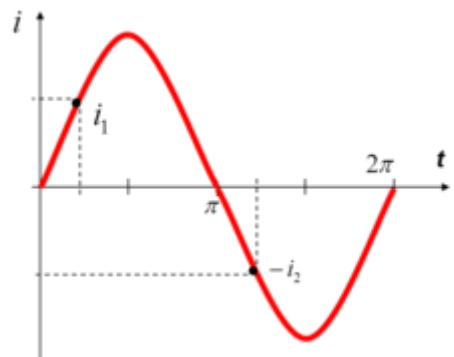

рис.4
Метод узловых и контурных уравнений в ряде случаев требует больших вычислений. Например, при расчете цепи рис.4, имеющей три узла (A , B , Γ) и пять ветвей, требуется составить и решить систему из пяти уравнений. Число уравнений системы можно сократить, применив метод контурных токов. Для расчета по методу контурных токов схему сложной цепи разбивают на отдельные контуры — ячейки. Например, схему рис.4 разбивают на три контура: контур I — $AB\Gamma A$, контур II — $3B\Gamma A$ и контур III — $B\Gamma D\Gamma$. Затем каждому контуру приписывают произвольно направленный контурный ток, одинаковый для всех участков данного контура (контурный ток нарисован красным цветом).
$I_2 = I_{II} - I_I$, $I_3 = I_{II} - I_{III}$. Выбрав и указав на схеме направление контурных токов, для каждого контура составляют уравнение по второму закону Кирхгофа. Направление обхода контуров принимается совпадающим с направлением контурных токов. Для схемы рис. 4 имеем три уравнения для контуров:
5. *Мгновенные значения* тока i , напряжения u , эдс e (рис.4) – значения этих величин в любой момент времени. Изменяются по синусоидальному закону: